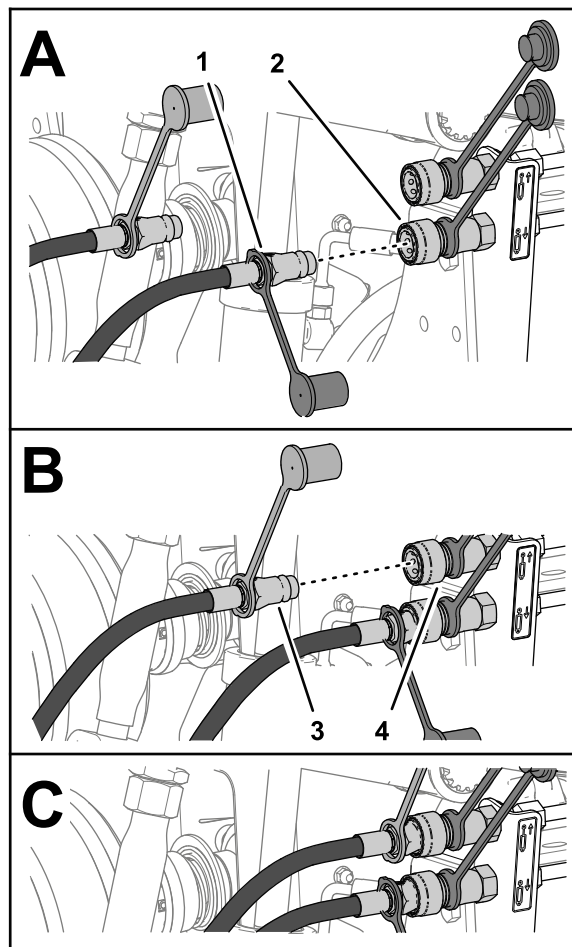

Рисунок 27
4. Подсоедините быстроразъемный штуцер шланга выдвижения цилиндра к быстроразъемному соединителю контура опускания заднего навесного оборудования (Рисунок 27).